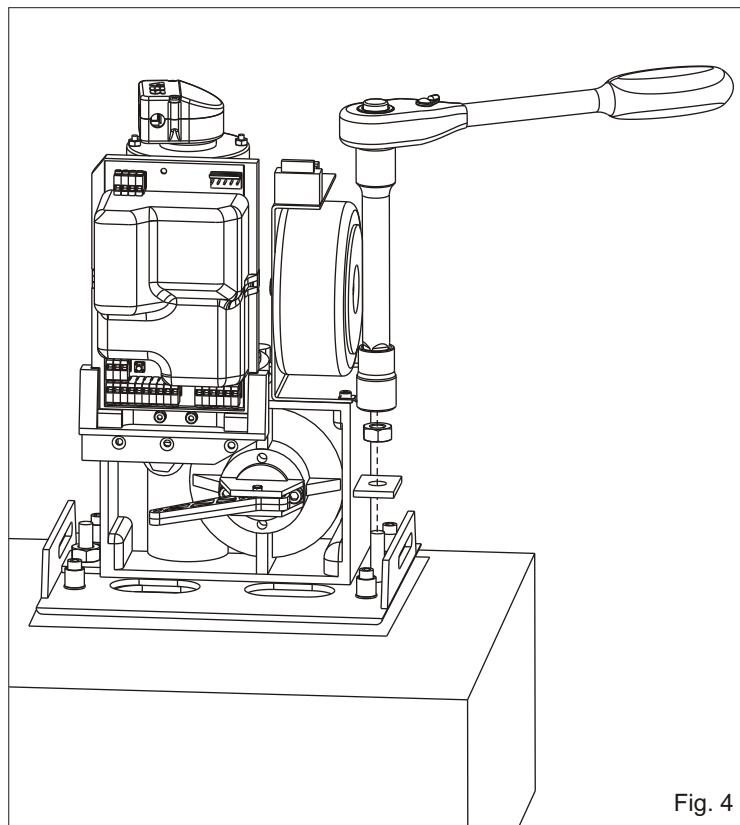

Fig. 4
3.3. Fijar el motorreductor a la placa de fundación con las tuercas y las arandelas en dotación (Fig. 4).